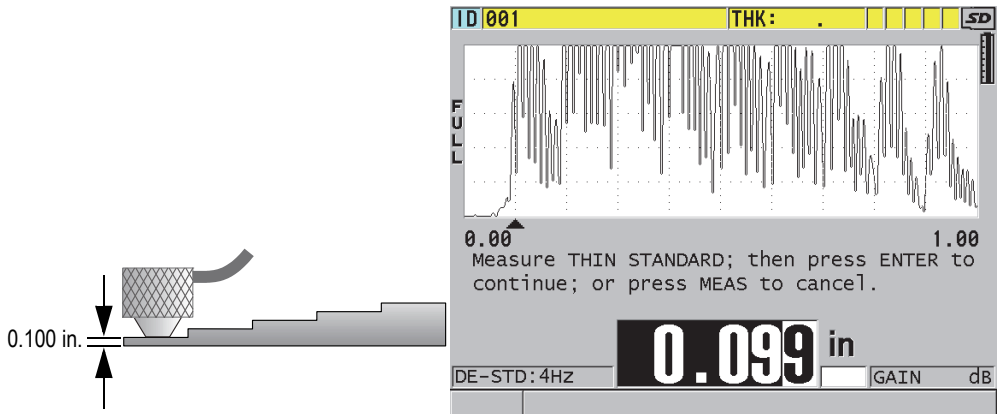

図 5-5 階段状試験片（5 段階）でのゼロ点校正の実行
2. ゼロ点校正を実行するには（75 ページ図 5-5 参照）：